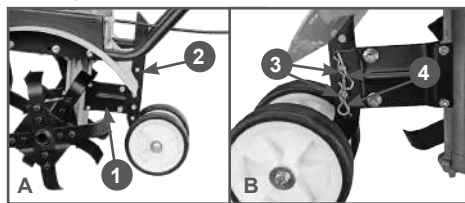

Рис. 5. Установка сошника в транспортное положение
4. Вставьте сошник 2 с транспортировочными колесами в кронштейн 1 сошника (Рис. 5А). Совместите отверстия в кронштейне и в сошнике, вставьте в отверстия пальцы 3, пальцы зафиксируйте шплинтами 4 (Рис. 5В).